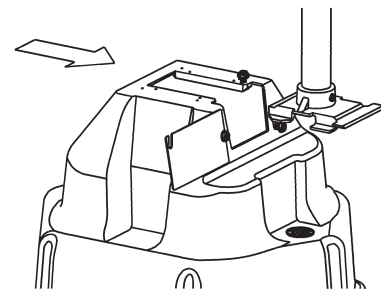

Figure 2
6. Faites glisser la plaque de montage sur le boîtier du ballast, en vous assurant que le dispositif d'accouplement supérieur du boîtier du ballast glisse dans les rails de la plaque de montage (figure 2).